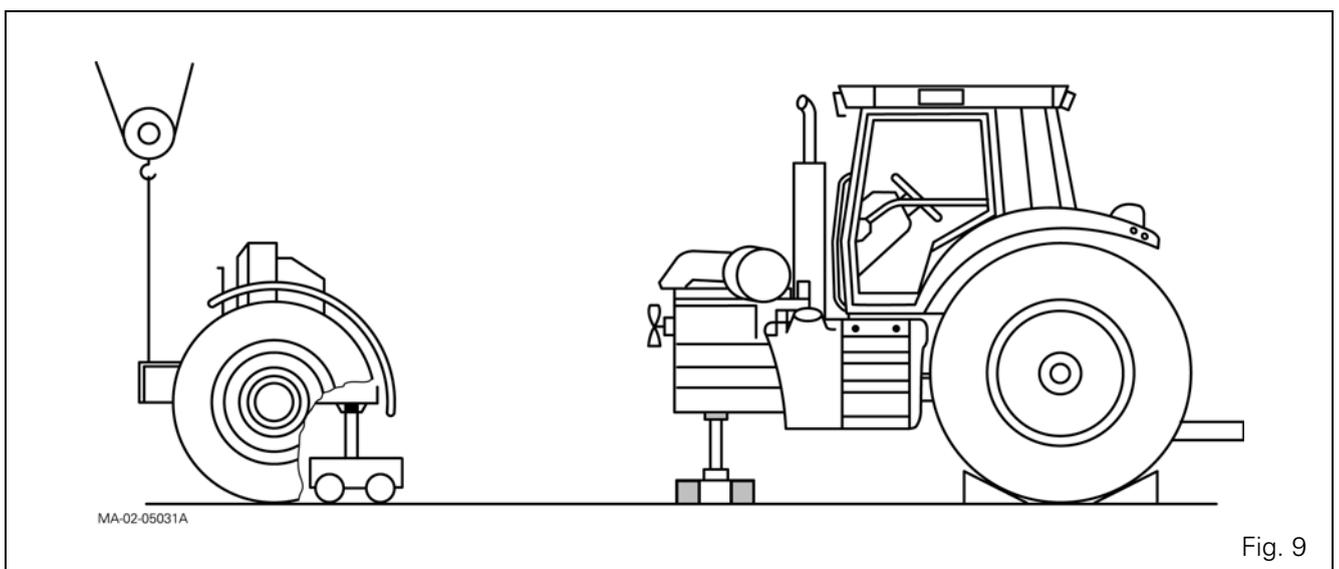

Fig. 9
- 19.** Montar (Fig. 9):
**PELIGRO:** Durante la desconexión, utilizar la eslinga para evitar que vuelque el conjunto del bastidor delantero (Fig. 9).